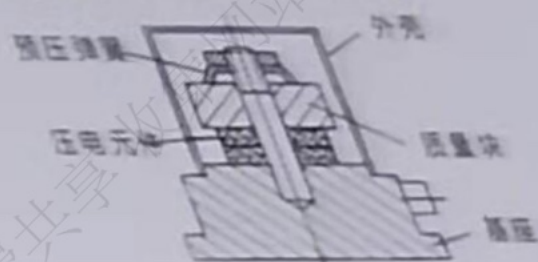

图2 压电式加速度传感器
3. (10分) 1) 请解释压电效应。2) 压电元件可等效为哪两种电路? 请画图说明。3) 图2是一种压电式加速度传感器, 请说明其工作原理。